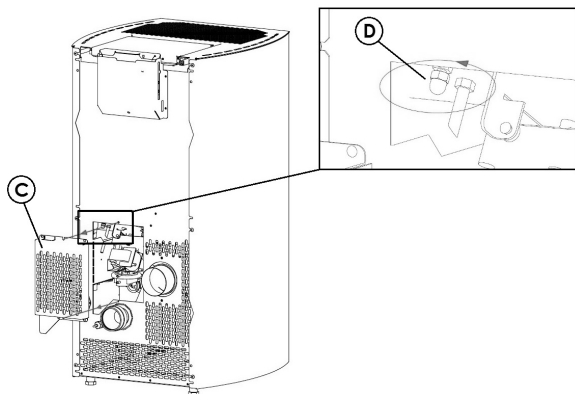

Fig. 41 - Extracción del cárter
- Quite el cárter "C" de inspección en la parte trasera de la estufa (vea **Fig. 41**).